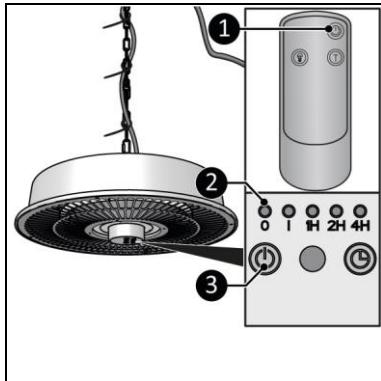

Figura 11
- Indicatorul luminos O (Figura 11, poz. 2) începe să lumineze.
- Apăsați butonul ON/OFF de pe panoul de comandă (Figura 11, poz. 3) sau de pe telecomandă (Figura 11, poz. 1).